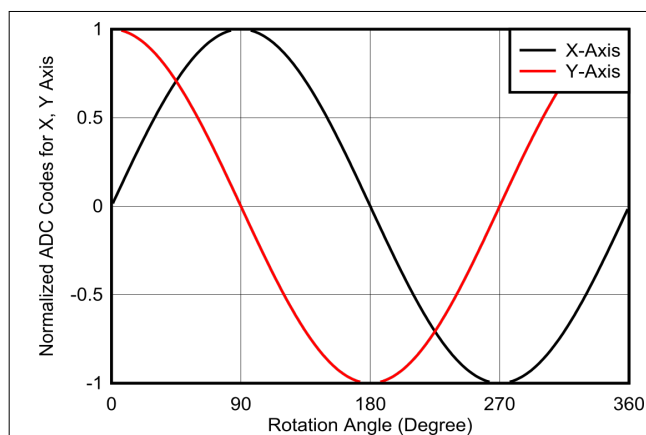
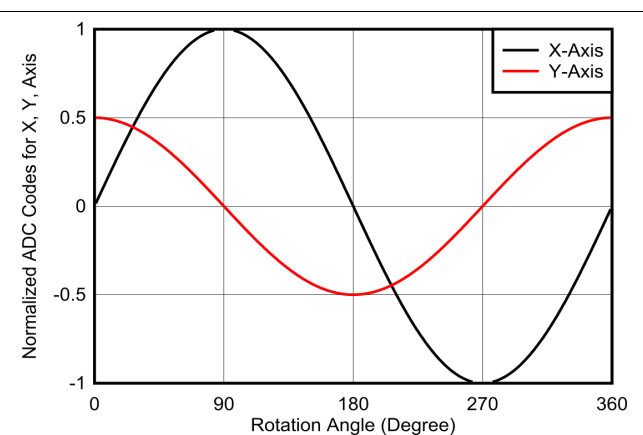

図 7-10. 軸上測定用に 360 度の回転全体を実現する X および Y センサ データ
図 7-11. 360 度の回転全体で軸外測定を行う X および Y センサ データ
- 360 度の完全な回転の正規化されたプロットは、図 7-10 または図 7-11 に表されています。